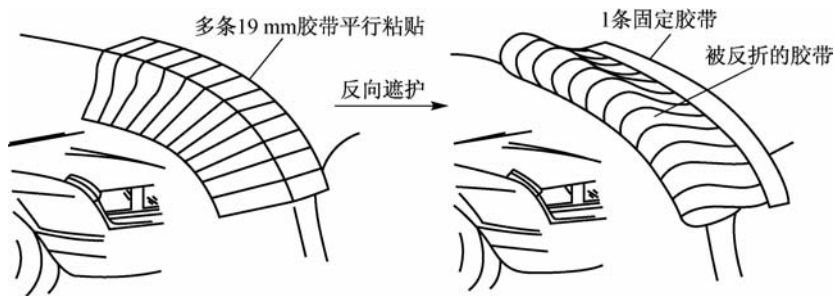

图 8-73 曲面流线的反向遮护
(7)曲面的遮护。沿一个曲面流线型边缘进行遮护时,必须使用胶带纸。首先把 19 mm 宽的胶带以正确的角度分别粘贴到流线型边缘上。每条胶带长 10~13 mm,胶带与胶带之间应有足够的重叠量,整个胶带的粘贴边缘应形成一个与流线型边缘相平行的曲线,然后把胶带条反折,应从最后一条胶带开始,并保证有一个正确的弧度,最后用固定胶带把所有反折过来的胶带端粘贴固定,如图 8-73 所示。